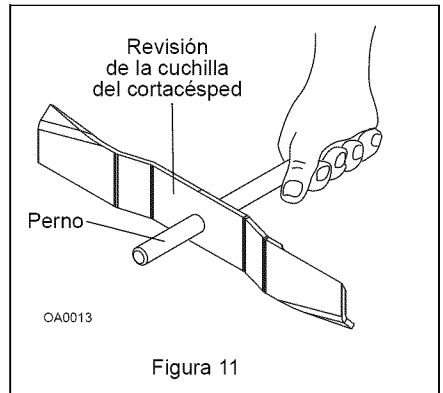

Figura 11
- Revise el equilibrio de la cuchilla del cortacésped. Deslice la cuchilla en un perno sin rosca. Si la cuchilla está equilibrada, debería mantenerse en posición horizontal. Si uno de los extremos de la cuchilla descende, afile el extremo más pesado hasta que la cuchilla esté equilibrada (Figura 11).